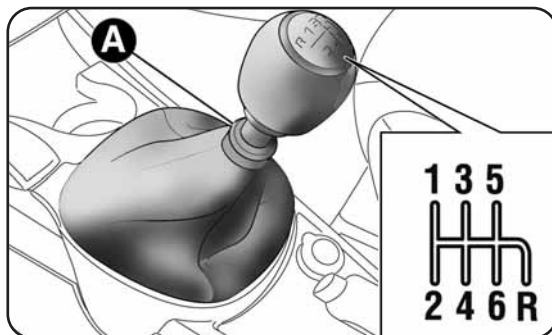
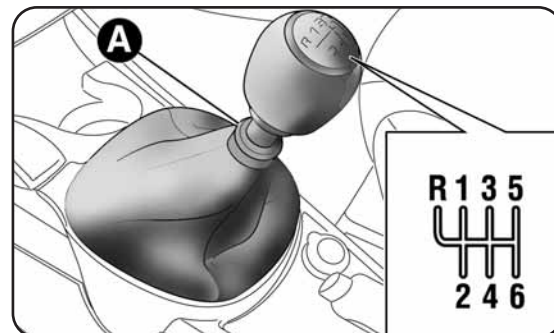
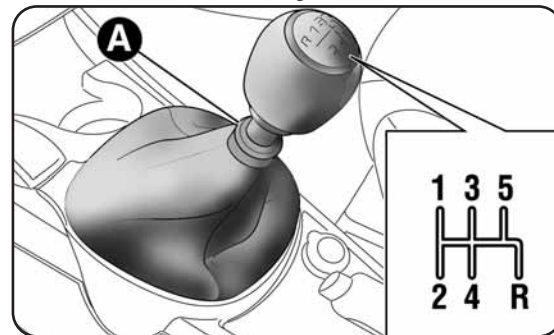

fig. 2 Versions 1.4 Essence, 1.4 Multi Air
fig. 3 Versions 1.4 Turbo Benzina 155Ch
fig. 4 Versions 1.4 Turbo Benzina 120Ch 1.4 Turbo Multi Air,
Pour enclencher les vitesses, enfoncer à fond l'embrayage et placer le levier de vitesses à la position désirée (le schéma de passage des vitesses est indiqué sur la tête du levier fig. 2, fig. 3 et fig. 4).
Pour passer en marche arrière (R) à partir du point mort, soulever l'anneau A-fig. 2, fig. 3, fig. 4 situé sous le pommeau du levier en procédant de la manière suivante: